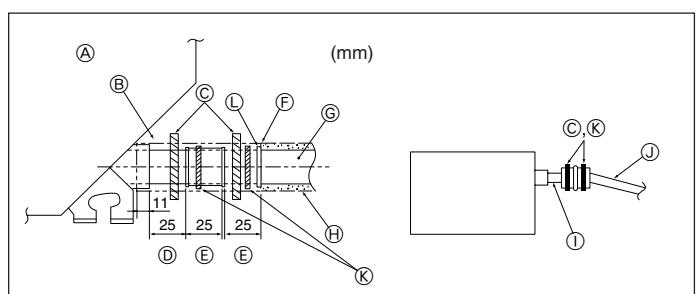

Fig. 3-5
- ⑨ D.C. ø32 VPC BORU
- ⑩ Mümkin olduğu kadar büyük yapınız
- ⑪ İç ünite
- ⑫ Gruplandırılmış tesisat için büyük çaplı boru kullanınız
- ⑬ Aşağıya doğru meyil (1/100 veya daha fazla)
- ⑭ Gruplandırılmış tesisat için D.C. ø38 VPC BORU. (9 mm veya daha fazla izolasyon)
- ⑮ 85 cm'ye kadar
1. Drenaj soketini (üniteyle birlikte verilmiştir) drenaj çıkışına bağlayınız. (Fig. 3-5) (Boruyu PVC tutkalla tutturduktan sonra bantlayarak tespit ediniz.)
- ⑯ Ünite
- ⑰ Izolasyon maddesi
- ⑱ Bant (büyük)
- ⑲ Drenaj çıkışı (seffaf)
- ⑳ Daldırma marjı